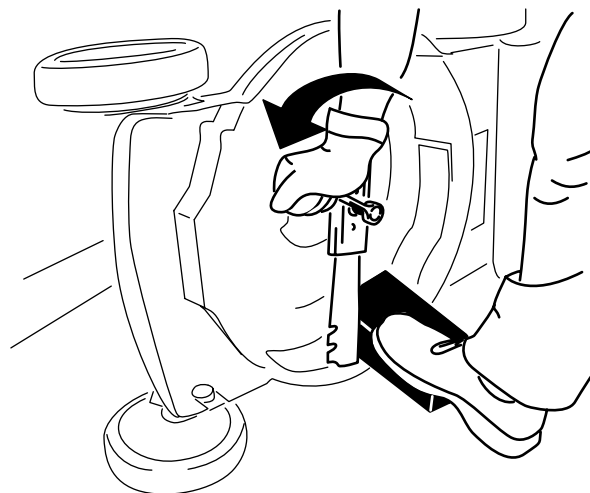

Figura 25
3. Folosii o bucată de lemn pentru a menine lama stabilă (Figura 25).
4. Îndepărtați lama, păstrând toate elementele de montare (Figura 25).